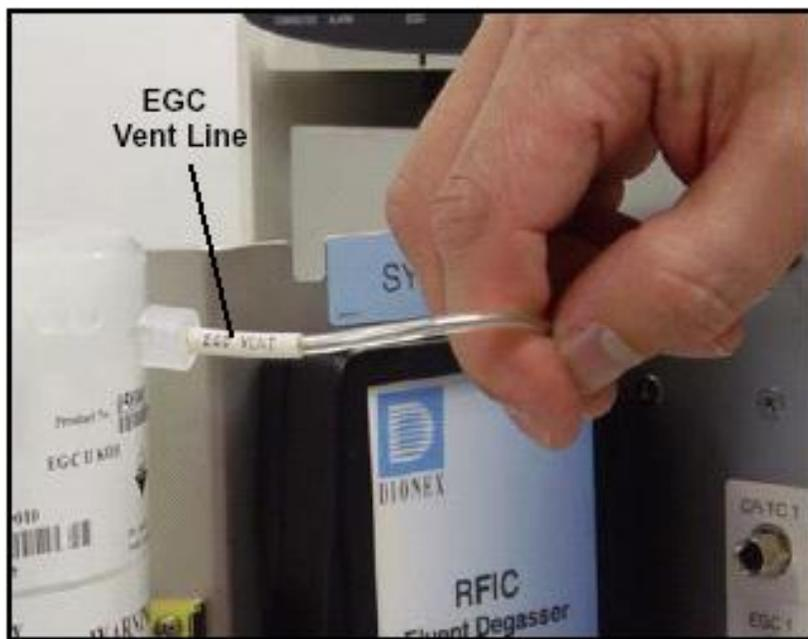

图 9-14. 拆除淋洗液储罐的放气管
- ① 如图 9-14 所示，拆除旧淋洗液储罐的电缆和放气管；